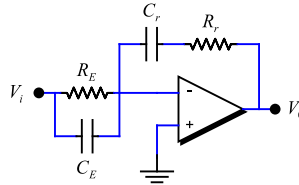

Figura 5-2
**Problema 128** Dibuixeu el diagrama de Bode (mòdul i fase) del circuit de la Figura 5-2 amb:  $R_E = 4.14 \text{ K}\Omega$ ,  $C_E = 1 \text{ }\mu\text{F}$ ,  $R_r = 62.8 \text{ K}\Omega$  i  $C_r = 10 \text{ nF}$ .